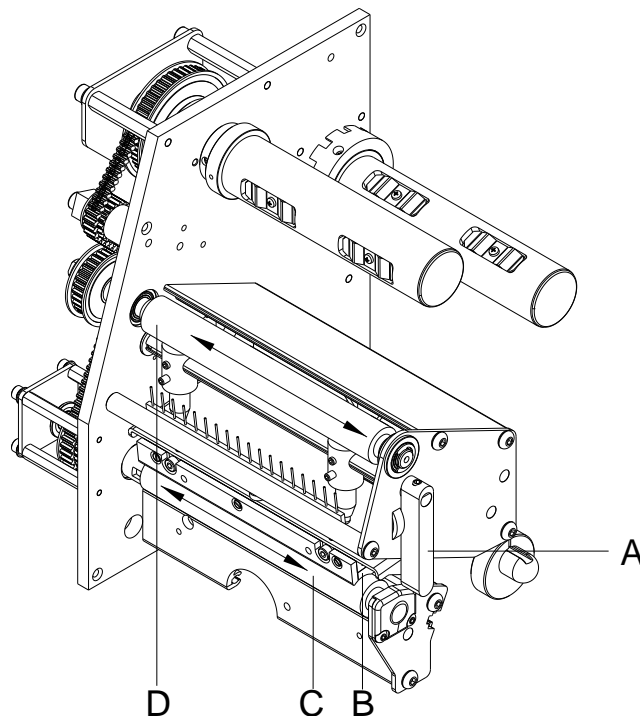

Figura 2
2. Gire la palanca (A, Figura 2) en sentido contrario a las agujas del reloj para levantar el cabezal de impresión (B, Figura 2).
5. Con la mano, gire el cilindro (D, Figura 2) paso a paso de forma que pueda limpiarse todo el cilindro (sólo es posible con la impresora desconectada. En caso contrario, el motor paso a paso recibe corriente con lo cual el cilindro se mantiene en su posición).
7. Per abbassare la testina di stampa (B, Figura 2), ruotare in senso orario la palanca a pressione (A, Figura 2) fino all'arresto in posizione.
2. Gire la palanca (A, in Figura 2) en sentido contrario a las agujas del reloj para levantar el cabezal de impresión.
7. Per abbassare la testina di stampa, ruotare in senso orario la palanca (A, in Figura 2) fino all'arresto in posizione.